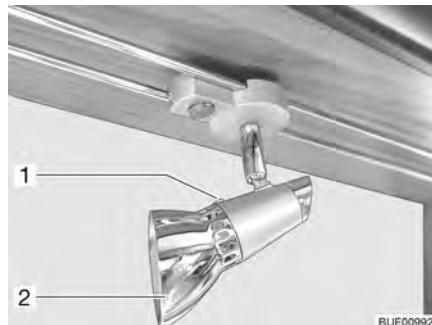

Fig. 210 Faretto alogeno (mobile)
- Svitare la vite di fissaggio (Fig. 210,1).
- Rimuovere il paralume (Fig. 210,2).